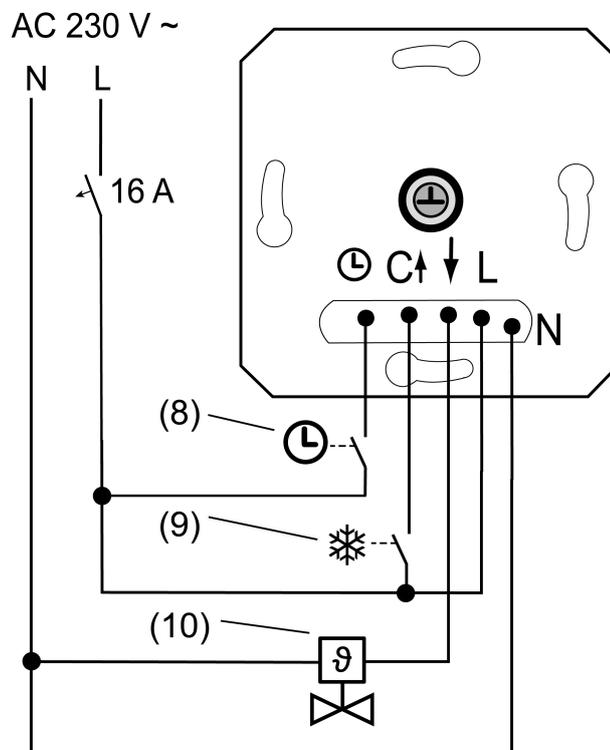
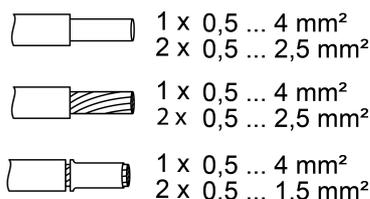

Figure 2: Exemple de raccordement du mécanisme
Figure 3: Section de conducteur serrable
- Raccorder le servomoteur électrothermique (10) au mécanisme (1) conformément au schéma de raccordement (Figure 2). Respecter la section de conducteur (Figure 3).
- Raccorder en option l'entrée mode réduit ☹ sur un contact de commutation de l'horloge centrale (8).